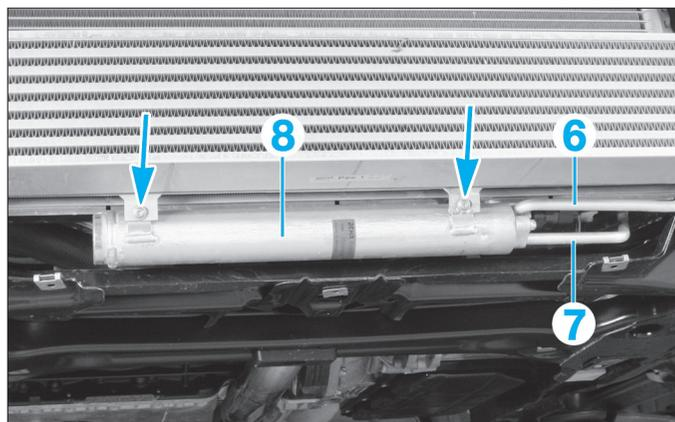

FIG. 43
- déposer la conduite (5),
- débrancher le connecteur du pressostat de climatisation (6) (Fig.43),
- déposer la conduite (7),
- déposer le déshydrateur (8).